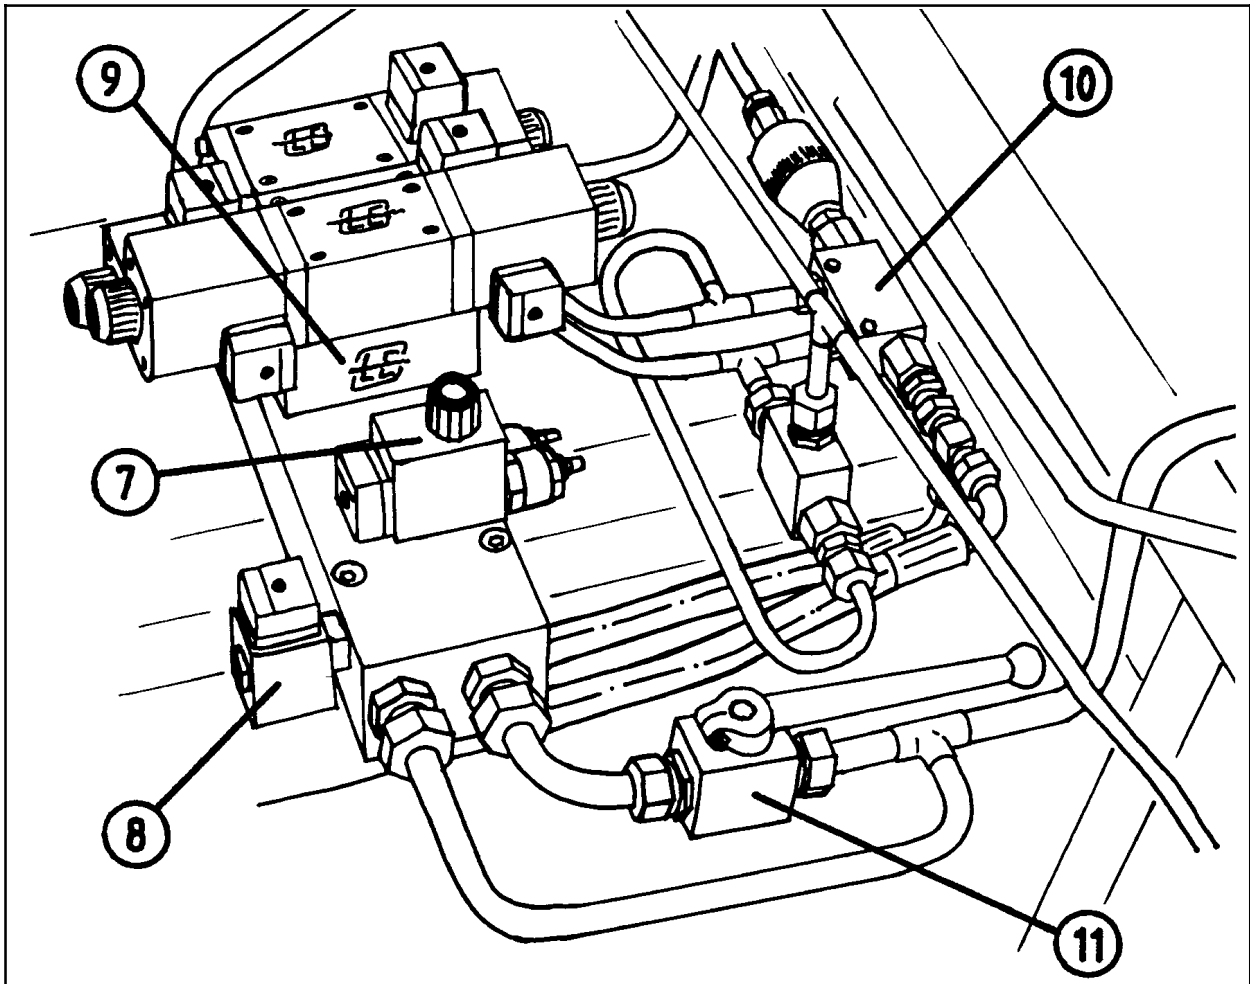
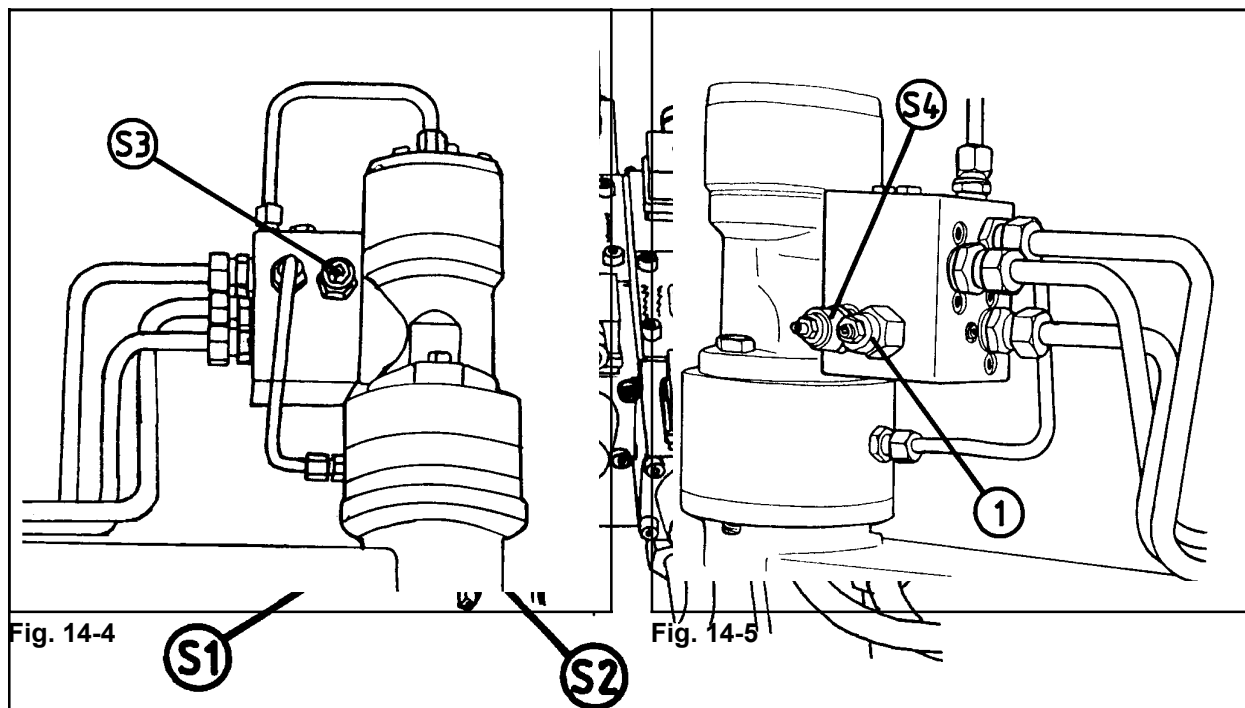

Fig. 14-1
Fig. 14-2
De fleste traktorer har en oljepumpe som gir en fast oljemengde pr. omdreining. Da må kuleventilen, (pos. 10, fig.14-1), stå i åpen posisjon. (Se kapittel 4.10). Hvis ingen annen funksjon er aktivert, strømmer oljen fra traktoren, igjennom maskinens ventilblokk og tilbake til tank. Så snart en av funksjonsknappene på styreboksen blir betjent vil **OMLØPSVENTILEN**, (pos. 7, fig.14-1), lukke oljekretsløpet og samtidig åpnes ventilen for den aktuelle funksjonen.
For traktorer med variabel oljepumpe, som John Deere, må kuleventilen lukkes. (Pos. 10, fig.14-1). Da kan oljen bare komme inn i hovedventilblokka ved at en av funksjonene blir betjent.
"John Deere"-ventilen, (pos. 8, fig.14-1), slipper olja inn i blokka, og samtidig åpnes ventilen for den aktuelle funksjonen.
For å hindre at trykket på kniven minker, slik at den ikke holder plastfolien tilstrekkelig lenge, sitter det en pilotstyrt tilbakeslagsventil, (pos. 9, fig.14-1), under magnetventilen på hovedblokka. (Pos.1-2, fig.14-2).
- 14.3** Hydraulikkanlegget er utstyrt med en sikkerhetsventil, (S1), som er innstilt på 185 bar. Den åpner for gjennomstrømming til retursiden hvis det innstilte trykket overskrides. Denne ventilen sitter på ventilblokka. Se fig.14-2.
På 1/2 fart åpner magnetventilen, (pos. 5, fig 14-2), for olje til sveivarmen, men den går gjennom en dyse som begrenser mengden.